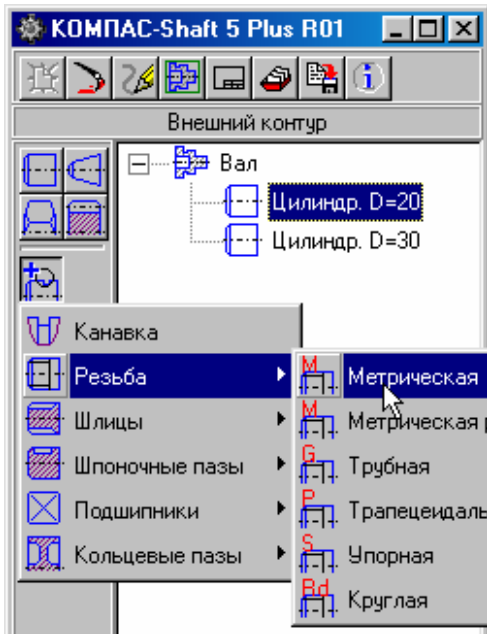

Рис. 70.
11. У вікні, яке відкрилось, виберіть метричну різьбу і вкажіть потрібні параметри, рис. 70, 71.